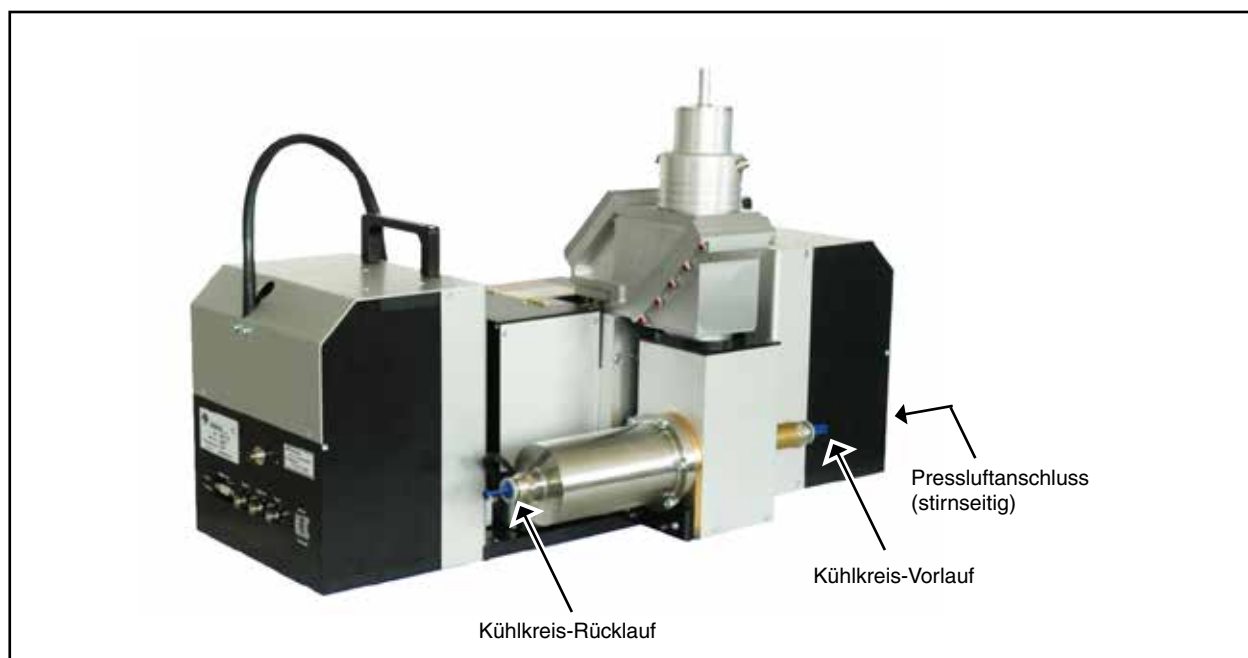

Abb. 9.1: Medienanschlüsse am HP-MSM
- Schließen Sie Vorlauf und Rücklauf am Absorber an (siehe Abb. 9.1 und Abb. 9.2 auf Seite 23).